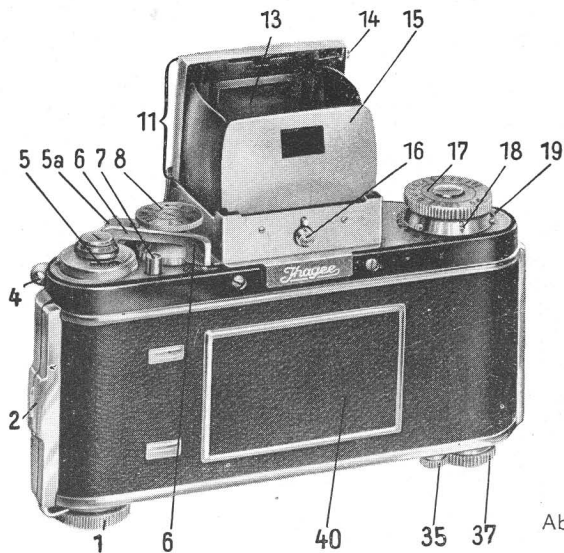

Abb. 3
Vergrößerung des Mattscheibenbildes durch den eingebauten Lupenkörper. Zusätzliche Vergrößerung durch die Einstell-Lupe (13) (Abb. 3): Knopf (14) im Ausschnittbogen nach oben drücken. Beim Zurückklappen der Lupe in die Ruhestellung Knopf (14) nach unten drücken. Wird die Lupe (13) benützt, dann Kamera dicht unter das Auge halten. – Mattscheibenbild auch von unten kontrollierbar, wenn die Kamera über den Kopf hochgehoben wird. – Hochaufnahmen im rechten Winkel zur Blickrichtung. – Lichtschacht auch als Rahmensucher verwendbar: Lupe (13) in Arbeitsstellung klappen, Schutzkappe (12) hochschwenken. Einblick in die viereckige Öffnung der Lichtschacht-Rückwand (15). – Beim Auswechseln muß der Lichtschacht (11) geschlossen sein. Riegel (9) nach unten drücken. Lichtschacht (11) geschlossen gleichmäßig nach oben herausheben. – Einsetzen des Lichtschachtes: Genau senkrecht in die Öffnung der Deckplatte einführen. Lichtschacht nach unten drücken, rastet hörbar ein. **Keine Gewalt anwenden!**